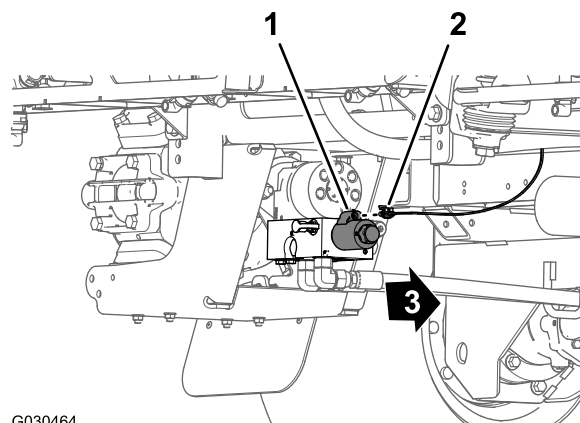

Рисунок 107
- В задней части машины, во внутренней зоне насоса опрыскивателя подсоедините 2-гнездовой разъем с маркировкой **Spray Pump Solenoid** (Электромагнит насоса опрыскивателя) ответвления жгута проводов длиной 86 см к 2-штыревому разъему реле насоса (Рисунок 107).